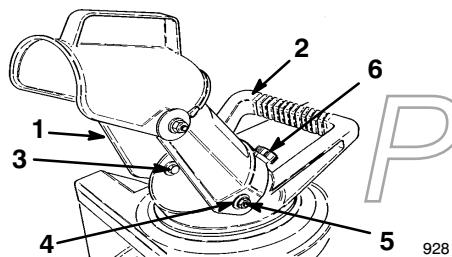

Figure 2
1. Placer les trous dans les côtés de l'éjecteur sur les boulons six pans sur les côtés de la poignée d'orientation (Fig. 2).
2. Fixer l'éjecteur aux boulons six pans à l'aide de 2 rondelles et 2 écrous (Fig. 2).
5. Visser solidement le bouton sur la vis à l'arrière de l'éjecteur (Fig. 2).